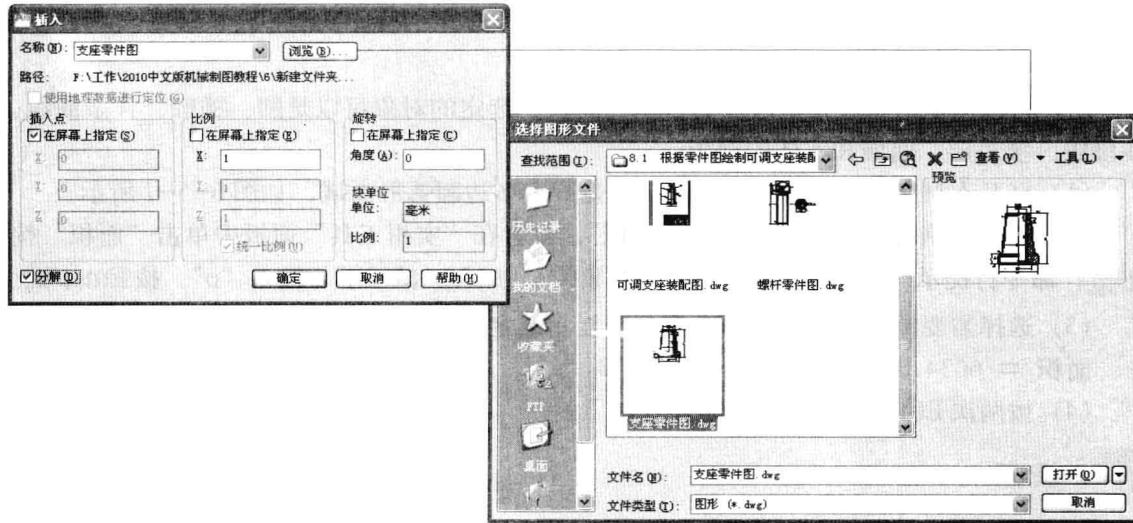

图 6-6-1
(1) 在图形文件中设置“支座”图层，并设置其为当前层，在“块”面板中单击“插入”按钮 \square ，打开“插入”对话框，勾选“分解”复选项，单击“浏览”按钮，在打开的对话框中选择素材文件“支座零件图.dwg”，单击“打开”按钮，如图 6-6-1 所示。